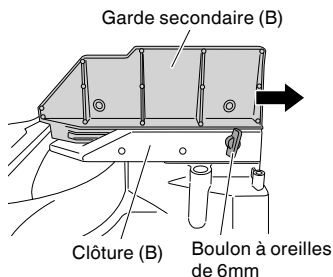

Fig. 13
Cet outil électrique est équipé d'une garde secondaire (B). Dans le cas d'une coupe à angle direct et d'une coupe en biseau à droite, utiliser la garde secondaire (B). On pourra ensuite exécuter une coupe stable du matériau avec une large face arrière. Lors d'une coupe d'angle vers la gauche, desserrer la vis papillon de 6 mm, puis faites glisser la garde secondaire (B) vers l'extérieur, comme le montre la Fig. 13.
Lors du changement de hauteur de la vis de réglage de 8 mm, desserrer le boulon à oreilles de 6 mm illustré sur la Fig. 13, puis faire glisser la garde secondaire (B) vers l'extérieur et incliner la tête du moteur vers la gauche.